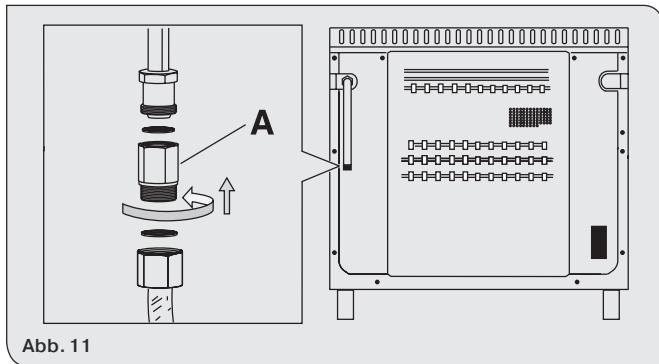

Abb. 11
- 2) mit einer flexiblen Edelstahlleitung mit einem mechanischen Anschluss gemäß den geltenden Vorschriften (siehe Abb. 11).
WARNING: schließen Sie das Gas an die Gasversorgung des Backofens mit dem mitgelieferten Anschluss (A) an (siehe Abbildung 11).